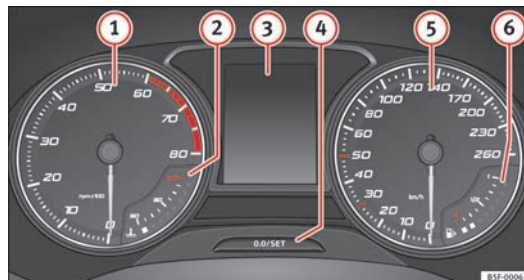

Fig. 38 Cuadro de instrumentos, en el tablero de instrumentos.
Explicaciones sobre los instrumentos ⇒ fig. 38:
Al conectar el encendido, en la pantalla del cuadro de instrumentos ⇒ fig. 38 3 puede visualizarse información diversa, en función del equipamiento del vehículo:
- Pulse brevemente el botón **⇒ fig. 38**  para restablecer el cuentakilómetros parcial a 0.
La indicación de los intervalos de servicio aparece en la pantalla del cuadro de instrumentos → fig. 38 .